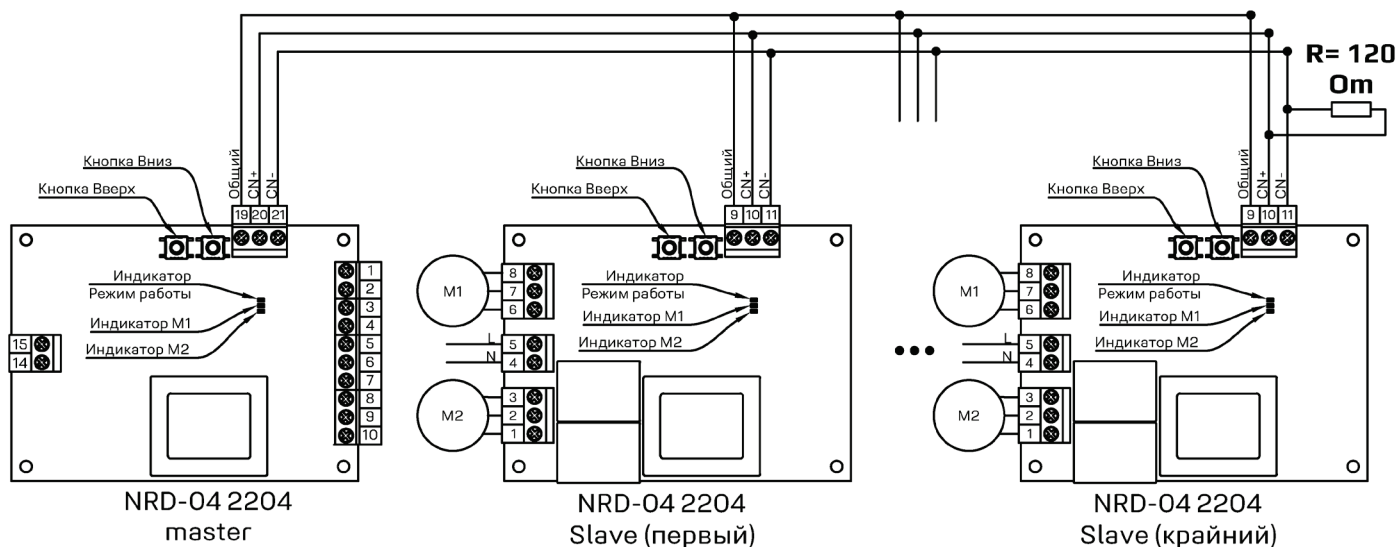

Рис.2. Схема группового включения  NRD-04 2204AC (мастер)
- 2) Подключите коммуникационный провод подчиненных слейв приборов  NRD-04 2204AC (рис. 2),